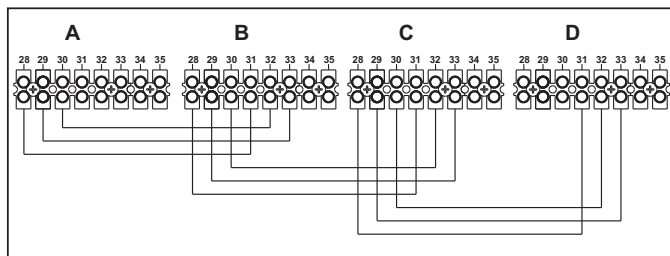

fig. 33 - Montage en cascade
1. Relier les modules comme le montre la fig. 33 (exemple avec 4 modules)
Si cela ne se produit pas, couper l'alimentation électrique et contrôler le câblage fig. 33.